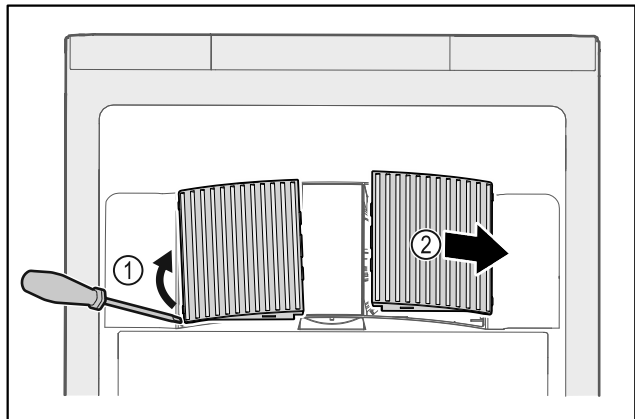

Fig. 140
- ▶ Estrarre con cautela i coperchi delle ventole dai lati Fig. 140 (1) e rimuoverli in avanti Fig. 140 (2).